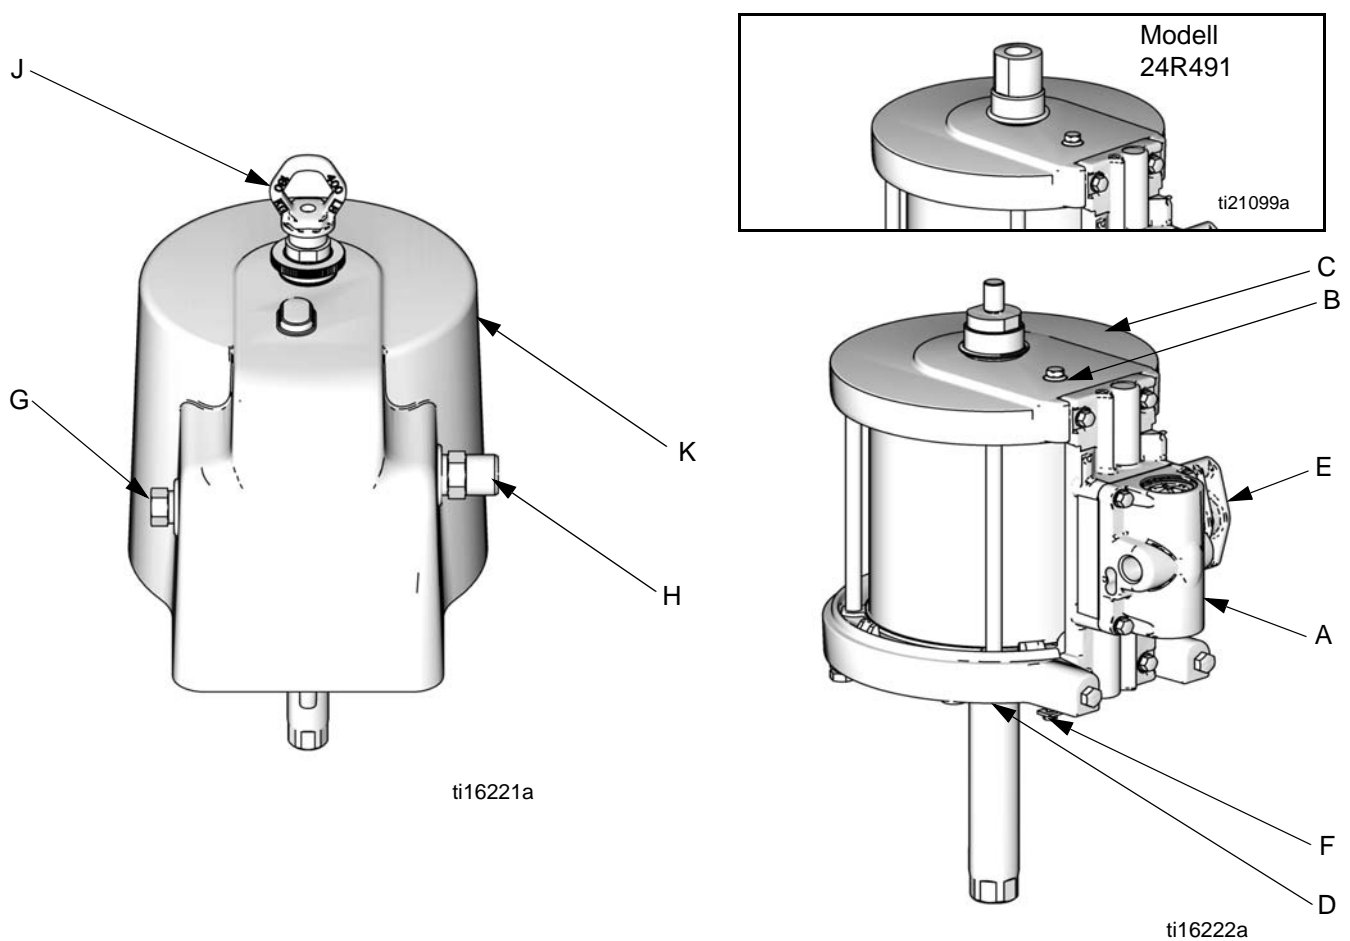

ABB. 1. Komponenten des SaniForce-Luftmotors
Siehe ABB. 1. Ein Erdungskabel (Graco-Teilenummer 238909) an die Erdungsschraube (12) an der unteren Abdeckung des Druckluftmotors, unter der Abdeckung, anschließen. Das andere Ende des Erdungskabels mit einem guten Erdungspunkt verbinden.